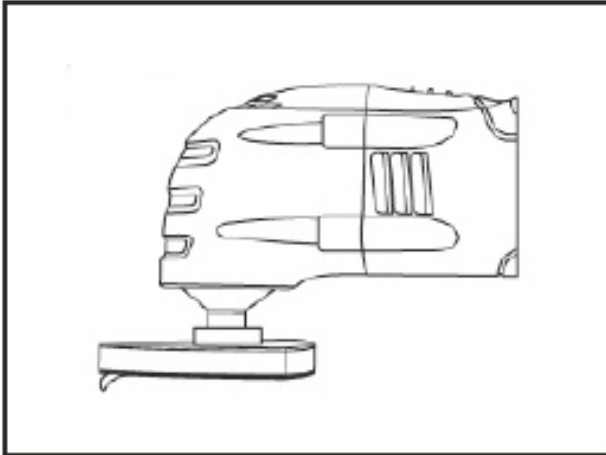

Fig. 4
3. Pentru a îndepărta șmirghelul, pur și simplu decojiți șmirghelul de pe suportul buclei și cârligului (Fig.4)